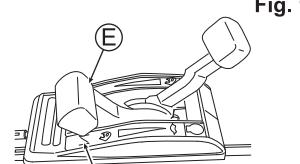

Fig. 11
- 3 Coloque a alavanca do acelerador (E) na posição de afogador "|\|". (Veja a fig. 11) (O motor pode ser acionado com a alavanca em "|\| quando está quente.)